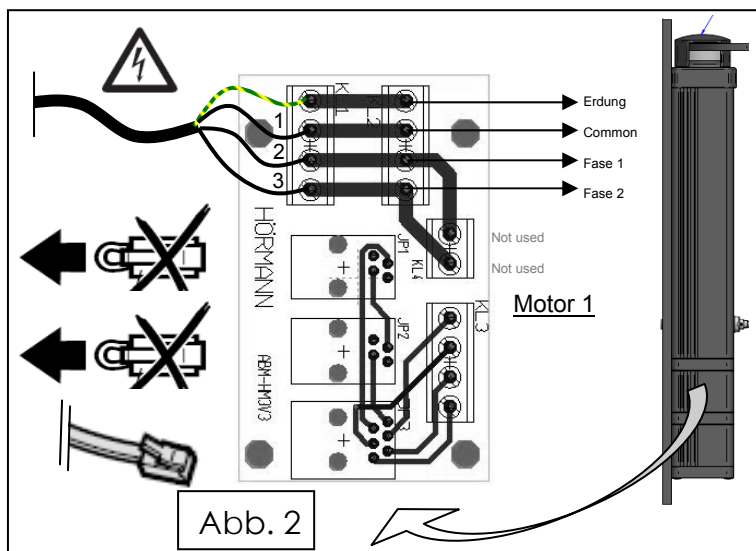

Abb. 2
- Anschluss „Versorgung Motor 1 & Motor 2“ (Abb. 2, 3)
- Anschluss Signalkabel „Motor 1 & Motor 2“ (Abb. 2, 3)
Verwenden Sie die Systemstecker zum Anschließen des Signalkabels pro Motor, entsprechend der Zeichnung in Abbildung 2.
- Anschluss Sicherheitsstoßband „Motor 1 & Motor 2“ (Abb. 2, 3)
Verwenden Sie die universelle Anschlussklemme zum Anschließen des Sicherheitsstoßbandes pro Motor, entsprechend der Zeichnung in Abbildung 2.
- Anschluss Lauftürkontakt (optional) „Motor 1 & Motor 2“ (Abb. 2, 3)
Verwenden Sie die Systemstecker zum Anschließen des Lauftürkontakts pro Motor, entfernen Sie zuerst die Kurzschlussstecker, entsprechend der Zeichnung in Abbildung 2.